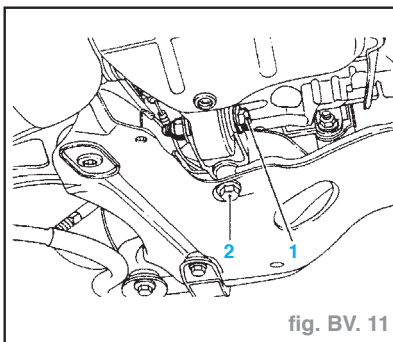

fig. BV. 11
- Déposer le boulon de biellette de reprise de couple (1) et desserrer le boulon (2) (fig. BV. 11).